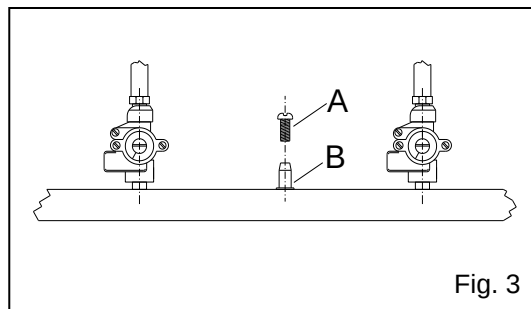

Fig. 3
4.1 Kontrolle des Versorgungsdrucks (Abb. 3)